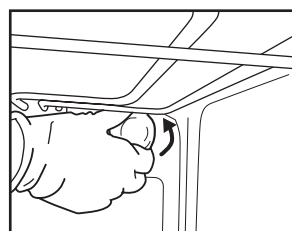

Fig. 5
2. Skru lampeglasset af (fig. 5), skift pæren ud (se bemærkningen angående type), og skru lampeglasset på igen.